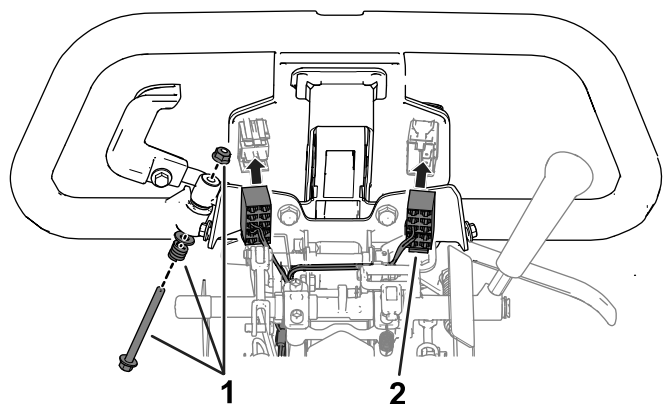

图 8
2. 将任何线束连接件安装到手柄连接件 图 8。
3. 安装在 卸下手柄 \(页码 2\) 中的步骤 2 卸下的五金件将油门臂固定到手柄上 图 8。